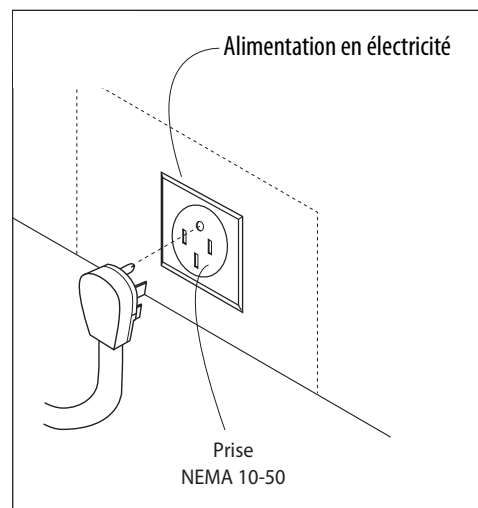

Fig. 15
- Est-ce que le brûleur à deux morceaux est assemblé correctement? (Voir la page 23, Fig. 15)
- Est-ce que la tête du brûleur est alignée correctement? (Voir la page 23, Fig. 15)